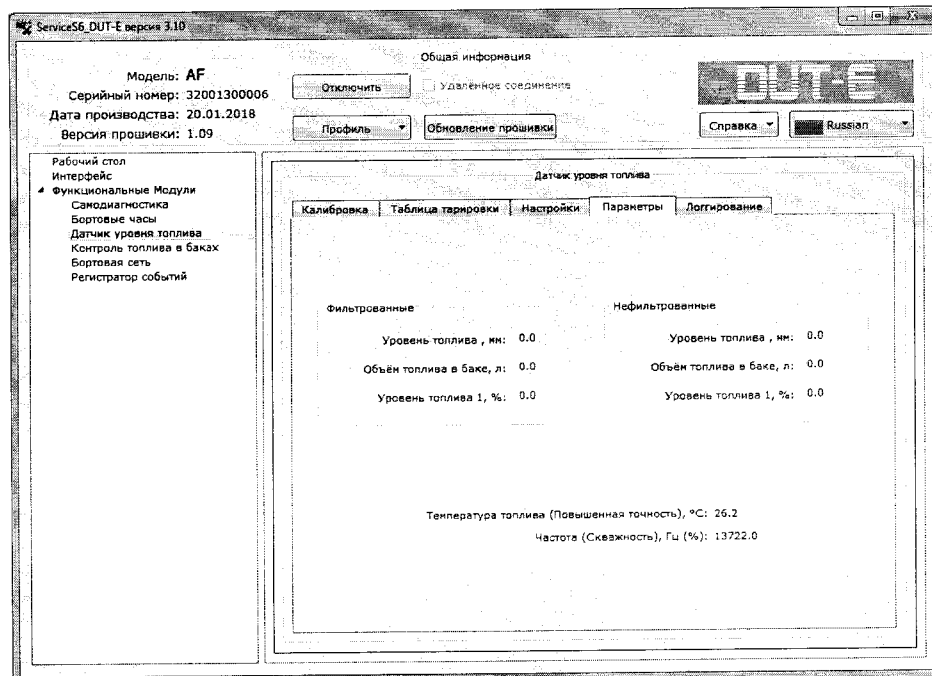

Рисунок 6 - Окно программы ServiceS6 DUT-E
- Перейти в меню «Датчик уровня топлива/Параметры» (Рисунок 6).